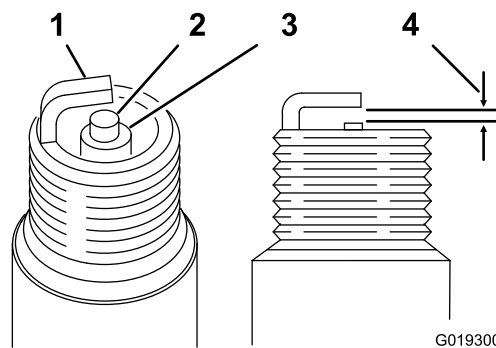

Figura 45
4. Para cada vela de ignição, defina a folga entre o elétrodo central e o elétrodo lateral para 0,76 mm; consulte Figura 45. Monte cada vela de ignição com a folga correta com um vedante e aperte-a com uma força de 22 N m.